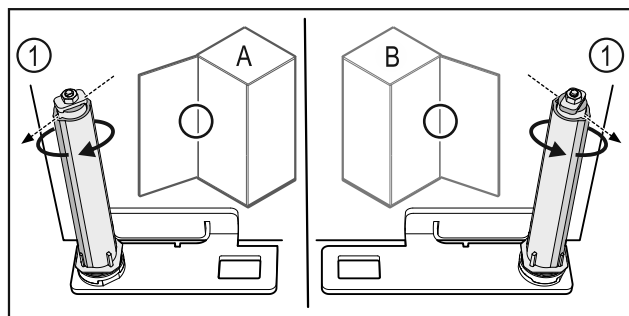

Fig. 56 Bal oldali ütköző (A) / Jobb oldali ütköző (B)
- ▶ Forgassa el a zárrendszert az ellenállással szemben, amíg a zárrendszer Fig. 56 (1) támasztója kifelé nem mutat.